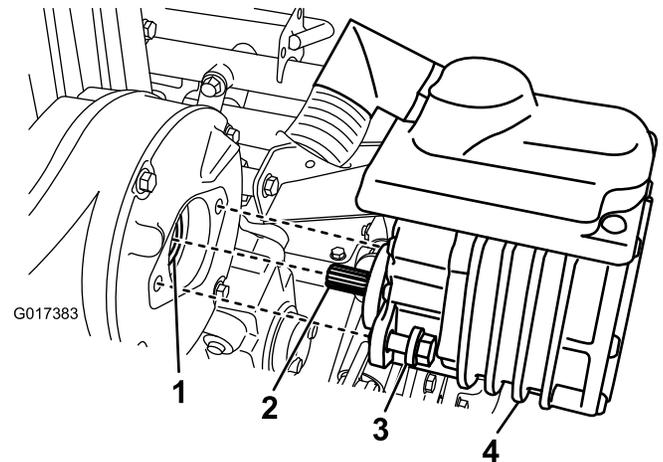

Figura 35
2. Rimuovere i 2 bulloni di fissaggio del motore alla scatola di trasmissione (Figura 35).
4. Aggiungete da uno a due spruzzi di grasso con l'apposita pistola all'accoppiatore femmina nella scatola di trasmissione (Figura 35).